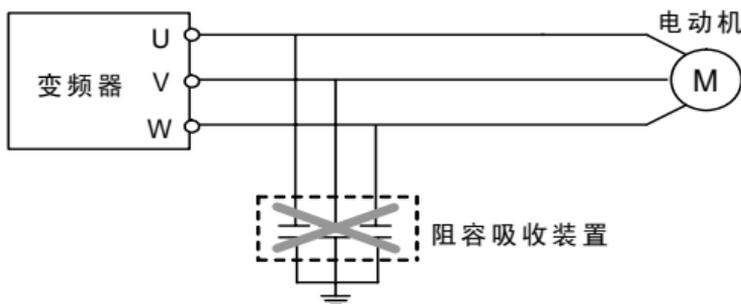

图 3-1 输出端禁止连接阻容吸收装置
(1) 确保变频器与供电电源之间连接有中间断路器，以免变频器故障时事故扩大；
(2) 为减小电磁干扰，请给变频器周围电路中的电磁接触器、继电器等装置的线圈接上浪涌吸收器；
(3) 频率设定端子 AI 等模拟信号的接线请使用 0.3mm^2 以上的屏蔽线，屏蔽层连接到变频器的接地端子 CM 上，接线长度小于 30m；
(4) 继电器输入及输出回路的接线 (X1 ~ X6) 都应选用 0.75mm^2 以上的绞合线或屏蔽线，屏蔽层与控制端子的公共端 CM 相连，接线长度小于 50m；
(5) 控制线应与主回路动力线分开，平行布线应相隔 10cm 以上，交叉布线应使其垂直；
(6) 变频器与电机间的连线应小于 30m，当接线长度大于 30m 时，应适当降低变频器的载波频率；
(7) 所有引线必须与端子充分紧固，以保证接触良好；
(8) 所有引线的耐压必须与变频器的电压等级相符；
- 变频器 U、V、W 输出端不可加装吸收电容或其它阻容吸收装置，如图 3-1 所示。